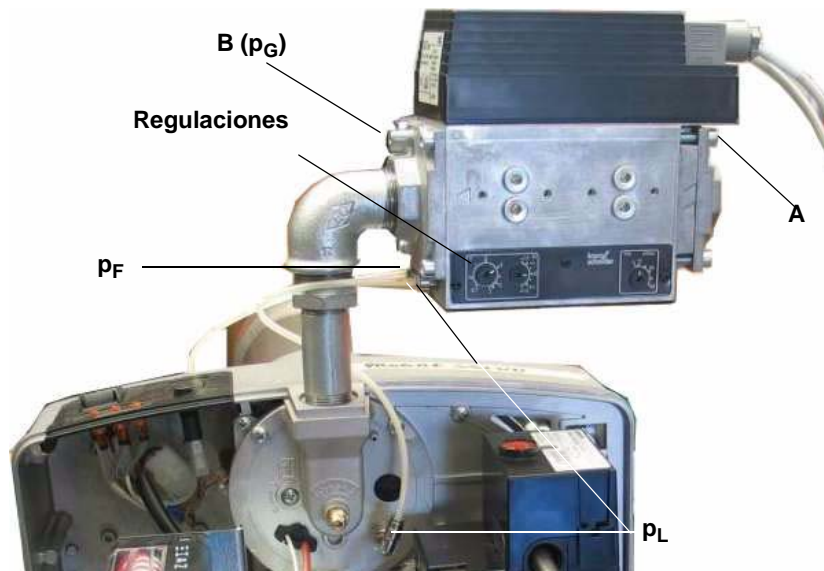

Fig. 19
- 1 Arrancar el quemador a baja llama: si el quemador no entra en servicio, girar en **N** un poco en sentido + y repetir el arranque (vedi Fig. 20). Medir la presión de gas **pG** en **B** (Fig. 19).
- 2 Medir la presión de aire **pL** (Fig. 19) en el quemador y ajustar en **N** la presión de gas (Fig. 20)
- ¡No cerrar el empalme **pF** posiblemente no utilizado! (Fig. 19)
- 2 Medir la presión de gas en **A** y **B** (Fig. 19).